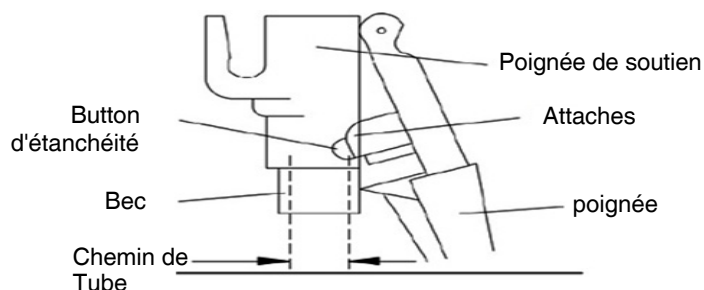

Figure 1.
3. Repoussez la poignée et insérez le pincement pour dans l'ouverture du bec de la cuve, comme le montre la Figure 1 avec soin.